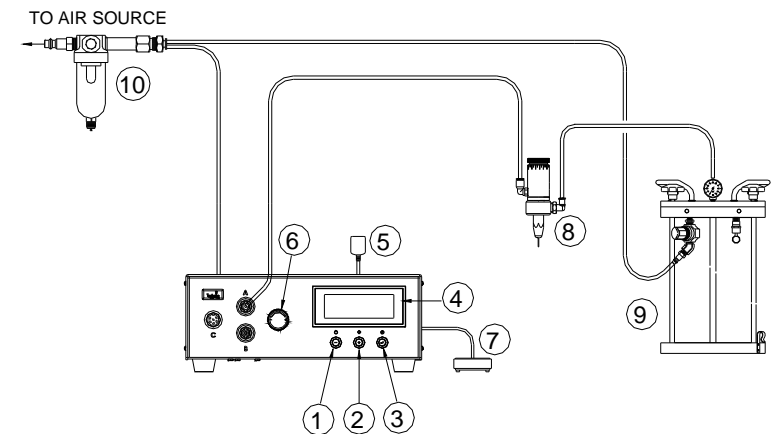

Abb. 2.0
5.1.1 Anschluss des Gerätes: (Siehe Abb. 2.0)